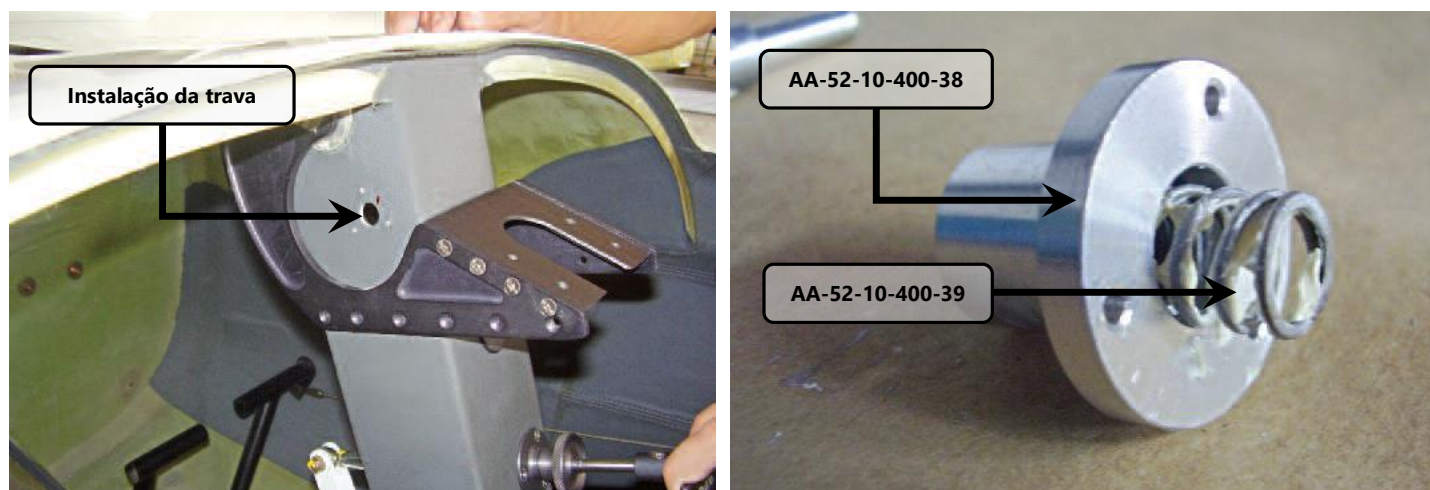
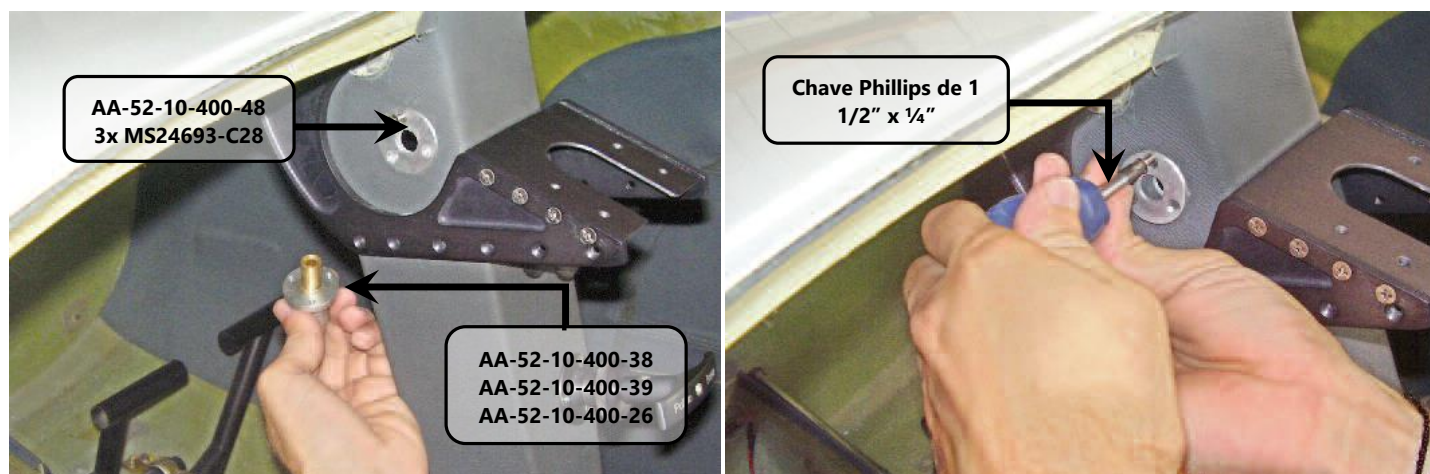
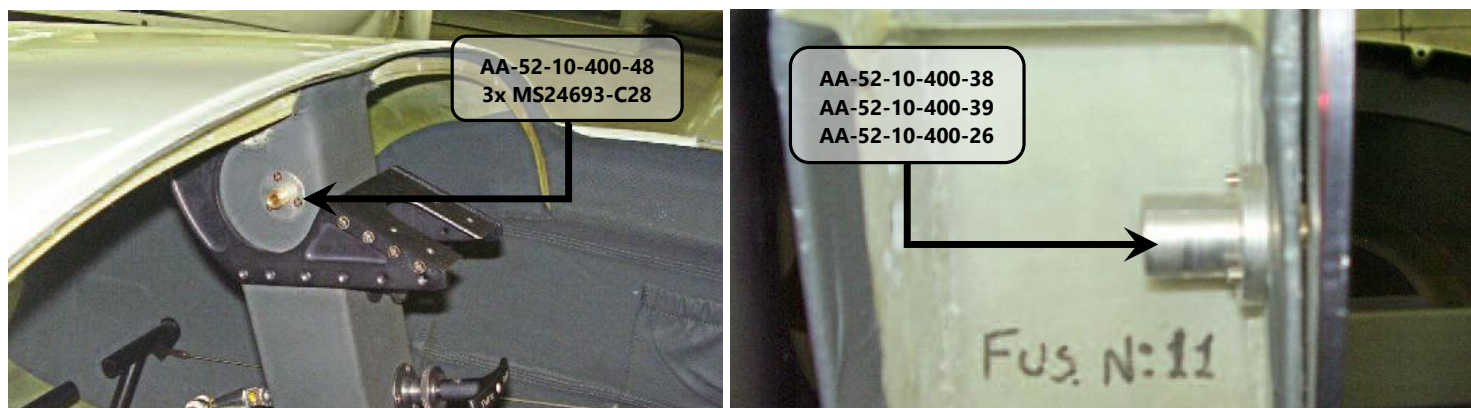

Figura 52.10.6 – Local de instalação da trava e suporte da mola.
Figura 52.10.7 – Instalação da trava do canopy aberto.
Figura 52.10.8 – Disposição da trava do canopy aberto.
3. Aplicar graxa branca nas molas AA-52-10-400-39 e suportes de mola AA-52-10-400-38, conforme mostrado na figura 52.10.6
4. Montar os conjuntos: suporte da mola AA-52-10-400-38, mola AA-52-10-400-39 e pino AA-52-10-400-26 conforme mostrado na figura 52.10.6 e na figura 52.10.7.
5. Apontar a arruela externa AA-52-10-400-48 com parafusos MS24693-C28 como mostrado na figura 52.10.7
6. Alinhar os furos dos suportes AA-52-10-400-38, com mola e pino, aos furos da arruela externa AA-52-10-400-48, conforme mostrado na figura 52.10.8, em que mostra a visão externa e interna da coluna central da cabine do Quasar.
7. Apertar todos os parafusos MS24693-C28 com uma chave Phillips de 1 1/2" x 1/4", ver figura 52.10.8 e figura 52.10.7.